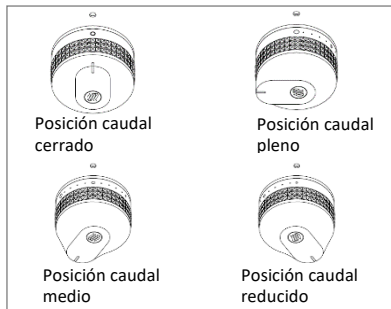

Imagen 2: Ajuste de la palanca de control
5. A continuación regule según desee la altura de la llama girando la o las palancas de control de caudal pleno (círculo grande) o caudal reducido (círculo pequeño) (consulte la imagen 2)
6. Para apagar, lleve la o las palancas de control al símbolo de cierre (O) y cierre el grifo de la botella de gas.